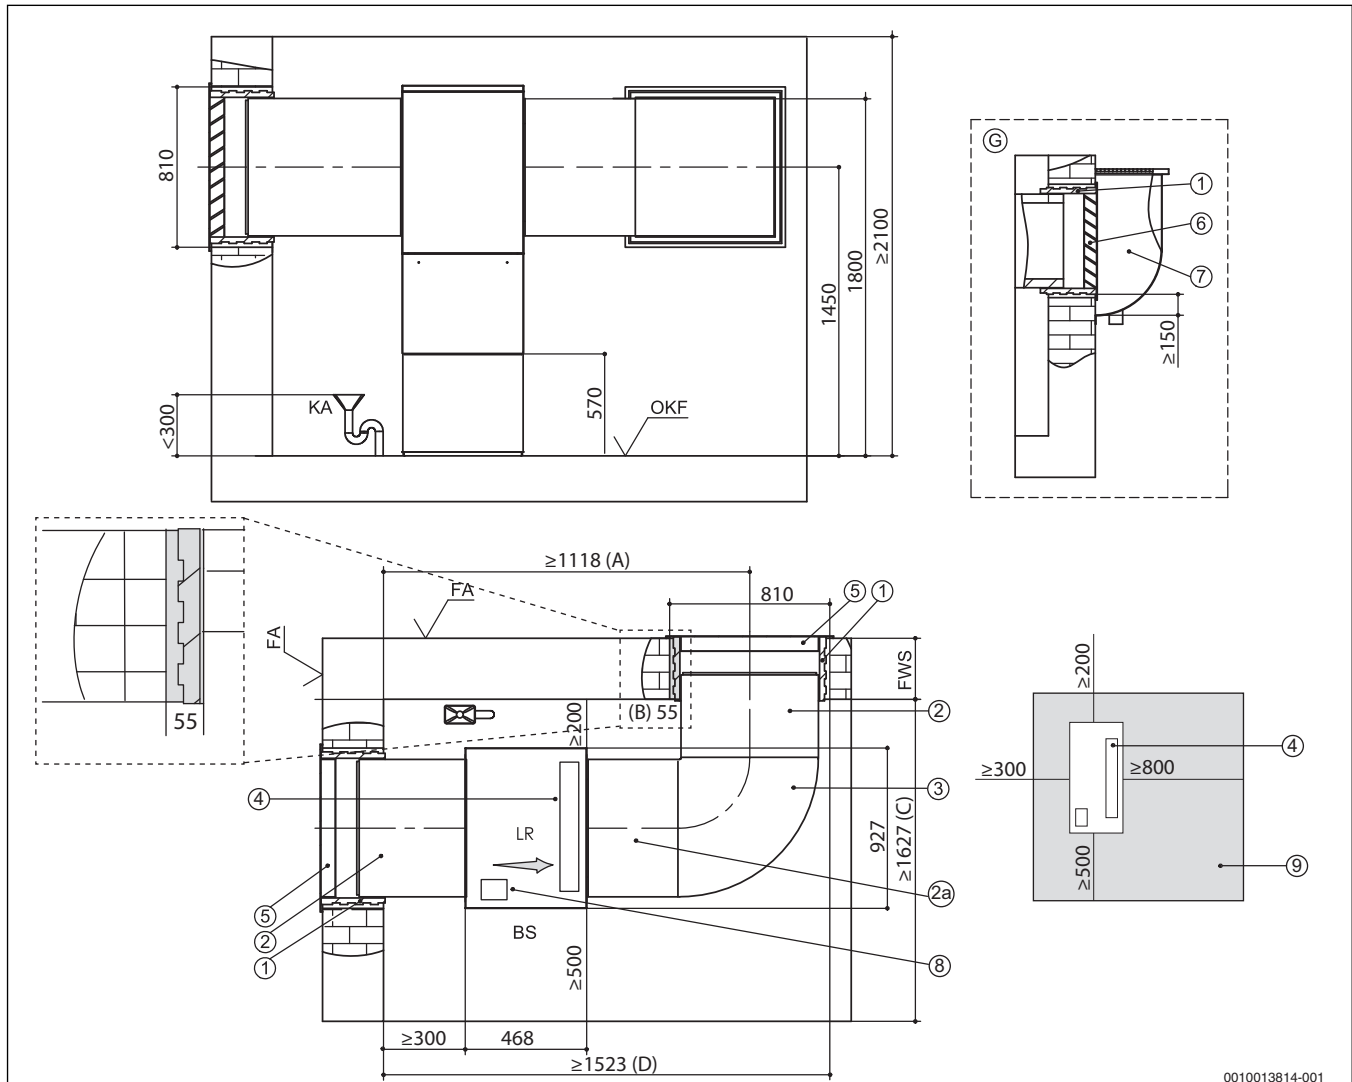

Bild 7 Aufstellplan Luftkanalsystem 700 für WLW196i-6/8 IR (alle Maße in mm)
- 1450 mm für Wärmepumpen mit 6/8 kW (→ Bild 7, Seite 6)
- 1350 mm für Wärmepumpen mit 11/14 kW (→ Bild 7, Seite 7)
Im Aufstellraum muss ein Kondensatablauf vorhanden sein. Die Höhe des Anschlusses ist in den Aufstellplänen eingetragen (\rightarrow Bild 7, Seite 6 und Bild 8, Seite 7).